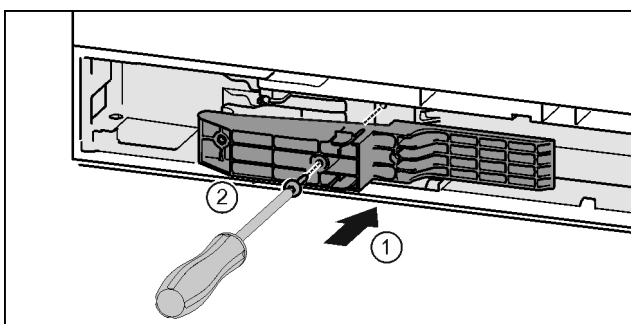

Fig. 43 \*
- ▶ Вставити деталь адаптера в отвір з боку ручки. Fig. 43 (1)\*
- ▶ За допомогою викрутки T15 закрутіть гвинти. Fig. 43 (2)\*